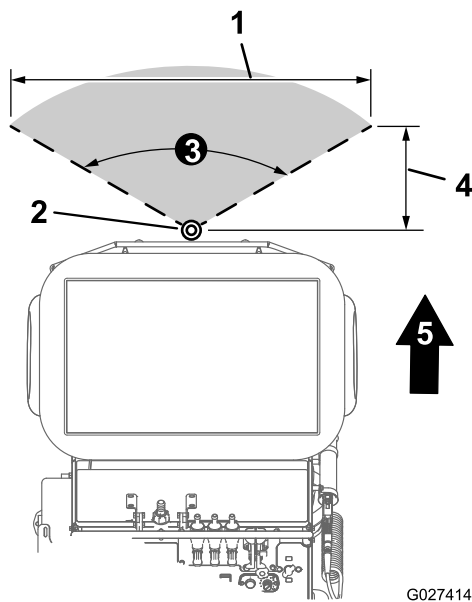

Figura 36
- El patrón de fumigación estrecho (Figura 36) de la máquina mide **122 cm (48")** de ancho.